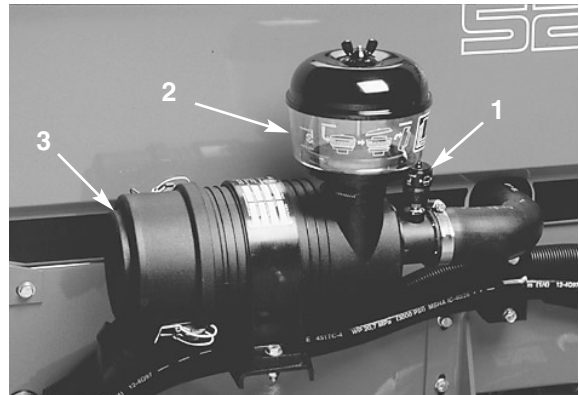

Fig. 32
2. Luftfilterelementerne skal serviceefterses, når luftfilterindikatoren (Fig. 32) viser rødt eller hver 400 timer (hyppigere under ekstremt støvede eller snavsede forhold). Serviceefterses ikke luftfilteret for ofte.